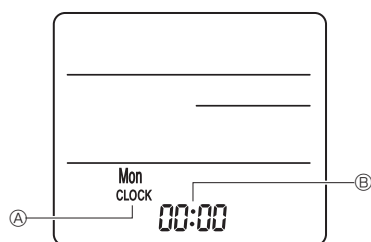

Fig. 7-10
① Fjärrkontroll ② Vegg ③ Display ④ Mottagare
3) Inställning (inställning av klockan) (Fig. 7-10)